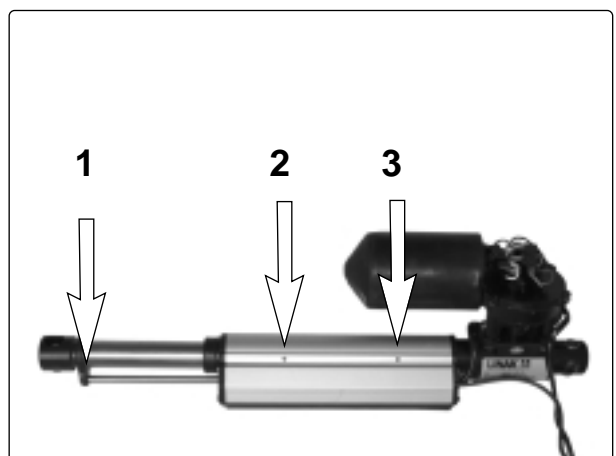

Abb. 33. Halterung Endlagenschalter
8. Schrauben Sie die Schraube ab, die den Klemmring des Endlagenschalters hält. Öffnen Sie den Klemmring und nehmen Sie ihn vom Stellmotor ab, siehe Abb. 33:1.
9. Lösen Sie die Schrauben, die den Endlagenschalter halten, siehe Abb. 33:2-3.